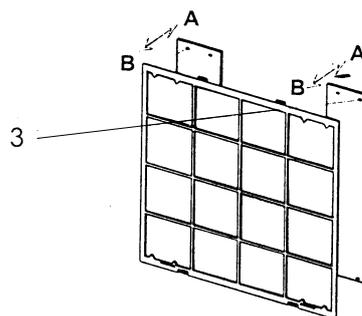

Рис. 3
- Удалите старый и установите новый фильтр тонкой очистки воздуха (3) (см. рис. 3).